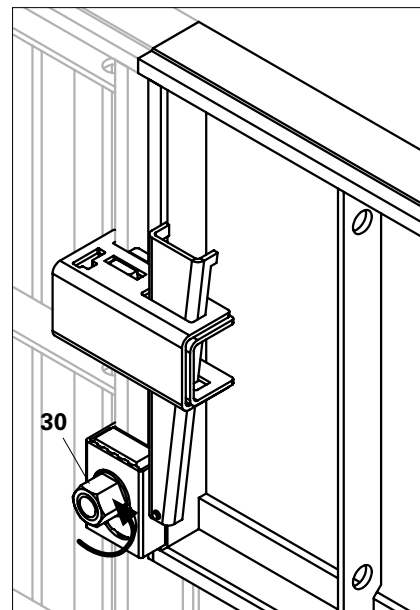

Fig. C2.02
1. Allentare l'ancoraggio con un 1/4 di giro. (Fig. C2.02)